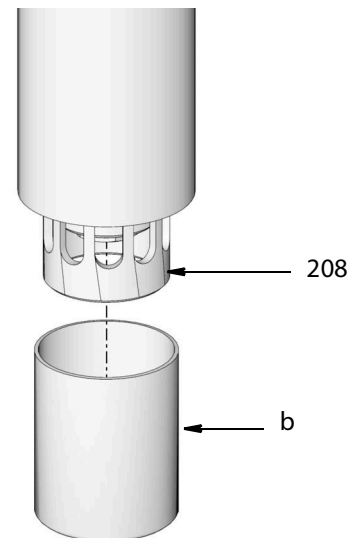

Рис. 5
4. Только для моделей HP и HF. Снимите и выбросьте защитную крышку (b) с нижней трубы насоса (208) (Рис. 5).